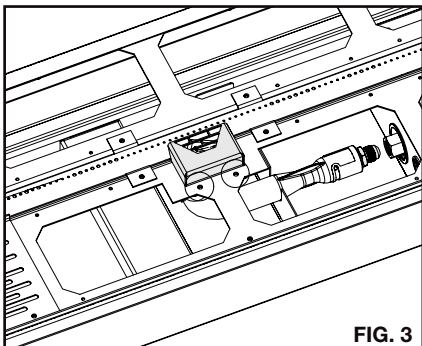

FIG. 3
7. Uninstall the 2 screws securing the pilot cover and remove it from the appliance. **(Fig. 3)**
7. Désinstallez les 2 vis fixant le couvercle du pilote et retirez-le de l'appareil. (Fig. 3)